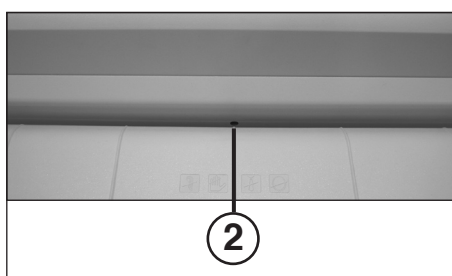

Abb. 2
- 2 = Lichtschranke (Vorwärtslauf) (Abb. 2)**